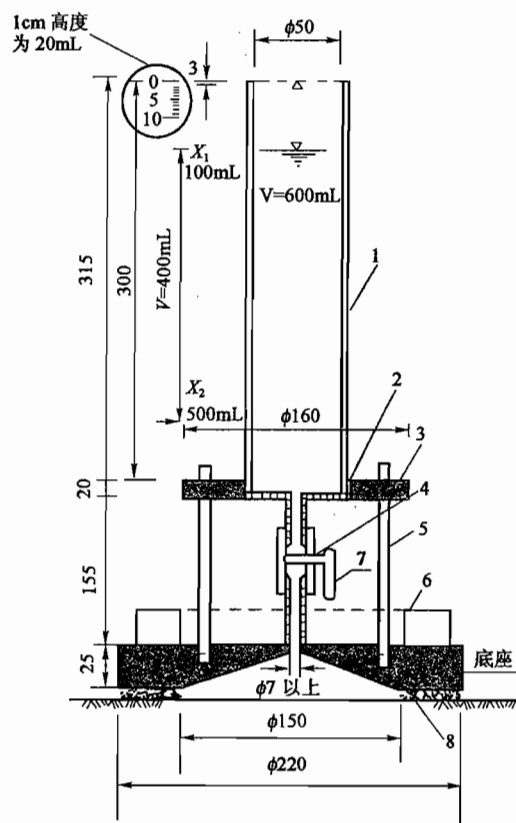

图 15-1 渗水仪结构图(尺寸单位:mm)
(1)路面渗水仪:形状及尺寸如图 15-1 所示,上部盛水量筒由透明有机玻璃制成,容积 600mL,上有刻度,在 100mL 及 500mL 处有粗标线,下方通过 $\phi 10\text{mm}$ 的细管与底座相接,中间有一开关。量筒通过支架连接,底座下方开口内径 $\phi 150\text{mm}$,外径 $\phi 220\text{mm}$,仪器附不锈钢圈压重 2 个,每个质量约 5kg,内径 160mm。